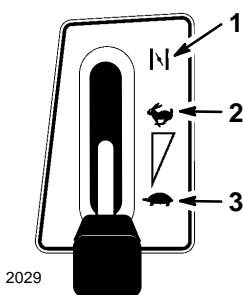

Abbildung 10
5. Den Gashebel auf "CHOKE" stellen (Abb. 10).
7. Nachdem der Motor angesprungen ist, den Gashebel langsam auf "FAST" (schnell) stellen (Abb. 10). Wenn der Motor aussetzt oder stottert, den Gashebel einige Sekunden lang zurück auf "CHOKE" stellen. Dann den Gashebel wieder auf "FAST" stellen. Den Vorgang nach Bedarf wiederholen.
1. Den Gashebel auf "SLOW" (LANGSAM) stellen (Abb. 10).